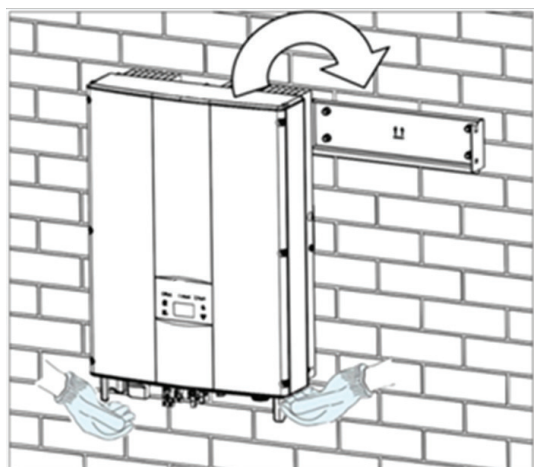

Figura 14 Installazione dell'inverter
(5) Fissare l'inverter alla staffa di montaggio e assicurarsi che l'installazione sia sufficientemente sicura. Come illustrato nella Figura 14.